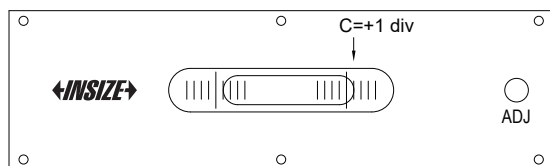

Fig.7
- b) Quando la bolla smette di muoversi, leggere C sulla scala (Fig.7).